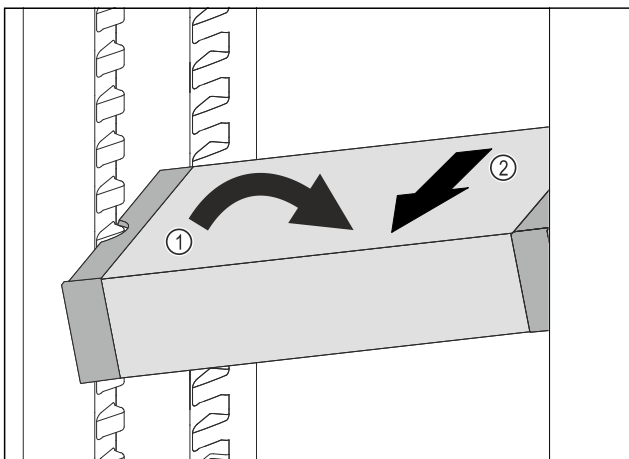

Fig. 92
- ▶ Расположите VarioSafe в холодильном отделении под наклоном. Fig. 92 (1)
- ▶ Извлеките VarioSafe движением вперед. Fig. 92 (2)